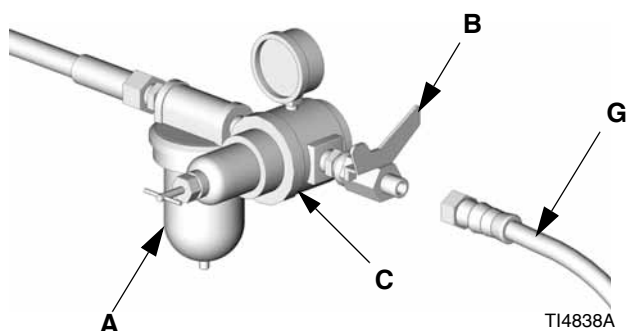

Рис. 3
6. Соедините второй конец воздушного шланга (G) с выпускным отверстием клапана отключения подачи воздуха. См. Рис. 3.